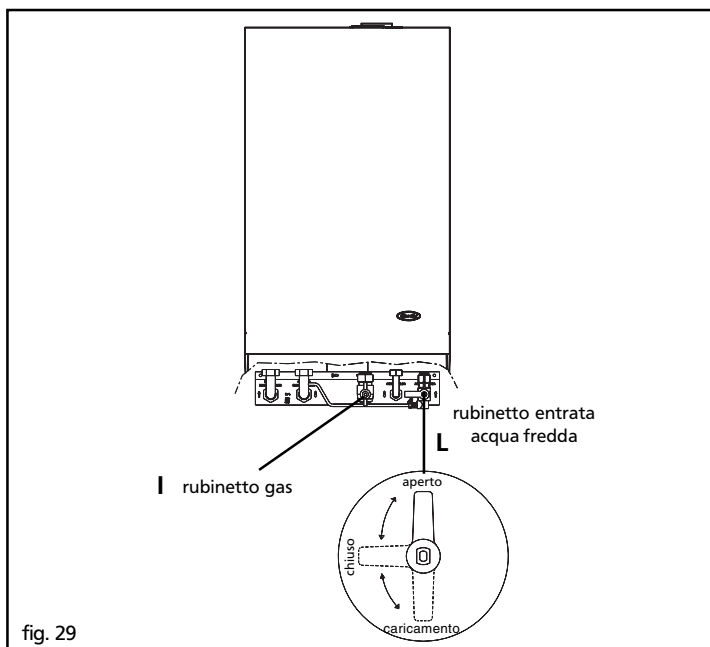

fig. 29
- Aprire il rubinetto del gas **(I)**, posto sotto la caldaia (fig. 29), ruotandone la manopola gialla in senso antiorario
Per attivare il funzionamento è necessario che il rubinetto di entrata acqua fredda **(L)** (fig. 29) sia in posizione aperto, che il termostato ambiente (se installato) sia acceso e regolato ad una temperatura superiore a quella del locale dove è installato per consentire alla caldaia di avviarsi.
Per riattivare il funzionamento, portare la leva del rubinetto di entrata acqua fredda **(L)** sulla posizione "caricamento" (fig. 29) fino a che entrambi i led si spengono.